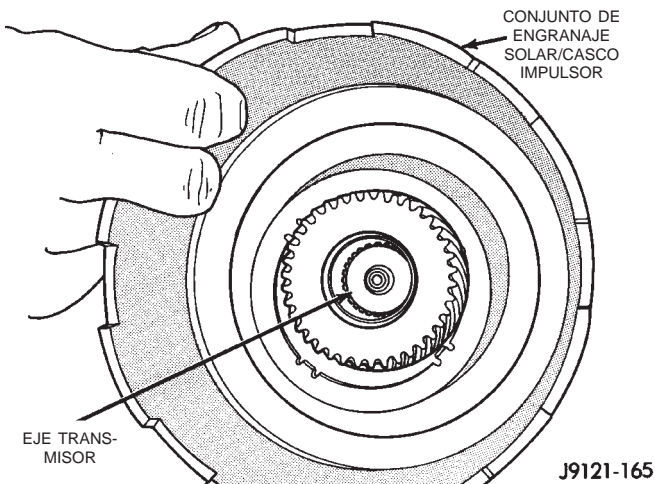

Fig. 157 Instalación del engranaje solar y el casco impulsor ensamblados en el eje transmisor
(12) Instale el casco impulsor y el engranaje solar ensamblados en el eje transmisor (Fig. 157).